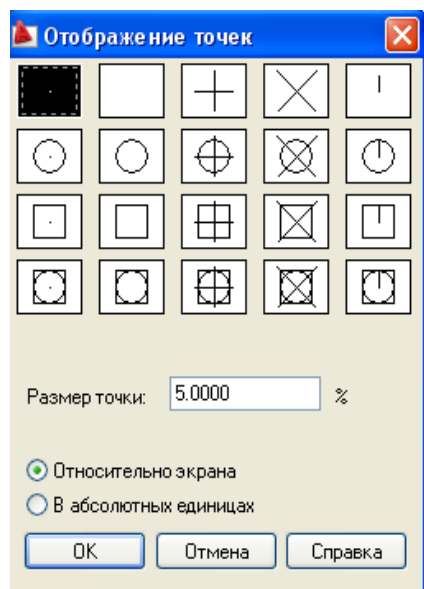

Рис. 12. Формат точек
– из меню **Формат** выбрать **Отображение точек** (рис. 12);